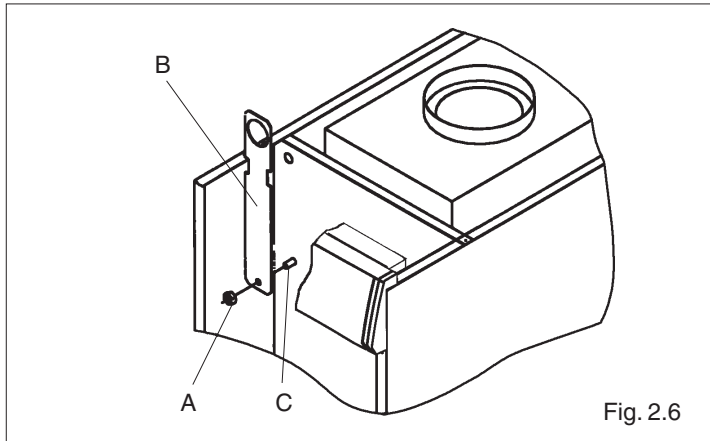

Fig. 2.6
- togliere il dado (A) dal tirante anteriore superiore (fig. 2.6)
- inserire uno dei due golfari per sollevamento (B) nel tirante (C) (fig. 2.6)
- rifissare il dado (A) tolto precedentemente (fig. 2.6)